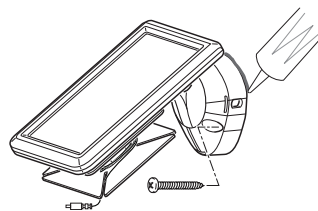

Figure 6
1. Placez le panneau solaire contre la surface de montage, puis marquez l'emplacement des trous (voir la Figure 6).